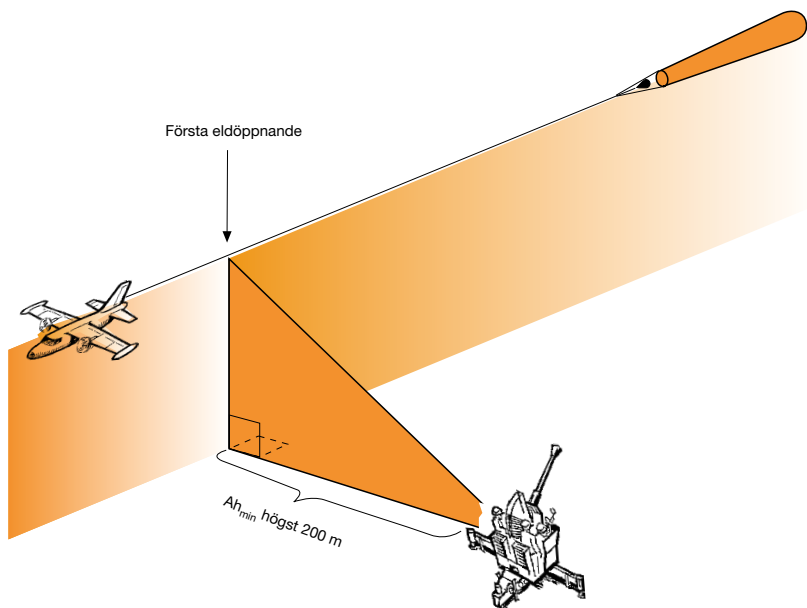

Bild 4.4. Begränsning av eldstillstånd mot mål i rakt kommande eller nära rakt kommande kurs
- Vapen får inte avfyras *mot mål i rakt kommande eller nära rakt kommande kurs* ( $Ah_{\min}$  högst 200 m) förrän målflygplanet passerat över eller vid sidan av vapnet längs en linje genom vapnet som är vinkelrät mot flygriktningen, Bild 4.4.